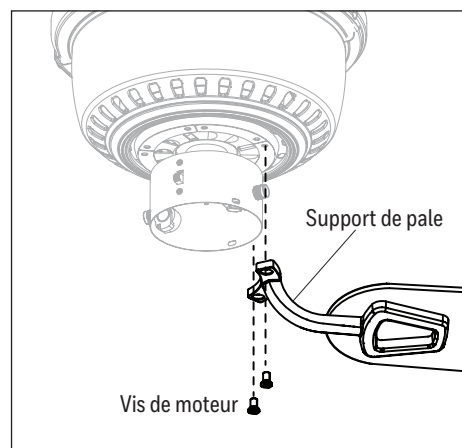

Figure 4.5
- Fixez un support de pale à la partie inférieure du moteur à l'aide des vis de moteur retirées précédemment. Fixez solidement chaque support de pale au moteur avant de passer à la fixation suivante (Figure 4.5).